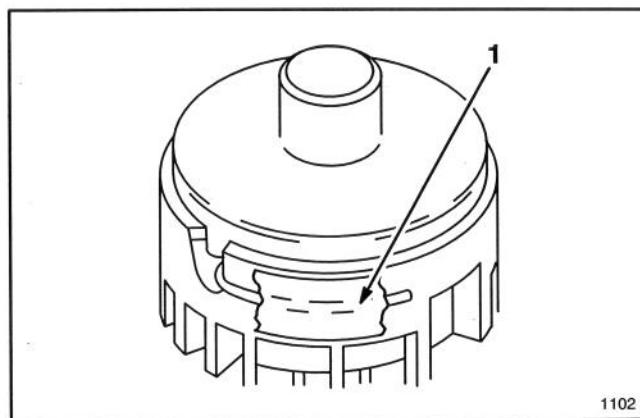

Figure 10
1. Pour éviter que le fil ne s'emmelle pas pendant l'expédition, l'extrémité de ce fil a été collée sur la tête de coupe. **Enlever la bande adhésive avant de démarrer l'appareil** (Fig. 10).